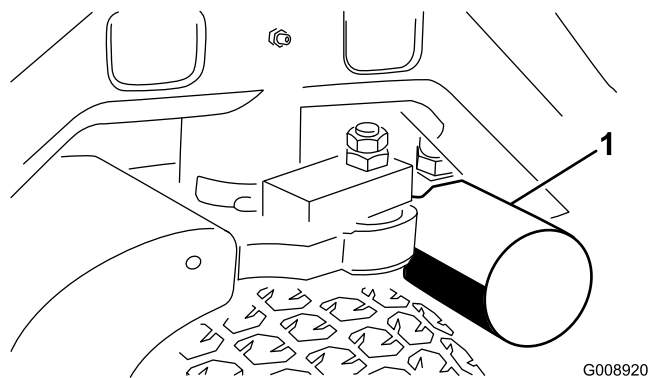
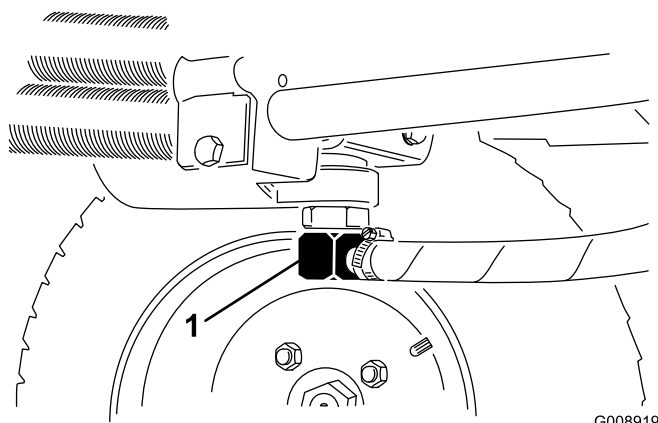

Figure 58
Figure 59
3. Nettoyez la zone autour de la surface de montage du filtre. Placez un bac de vidange sous le filtre (Figure 58) et enlevez le filtre.
2. Débranchez la conduite hydraulique (Figure 59) ou enlevez le filtre hydraulique (Figure 58) et laissez couler l'huile dans un bac de vidange. Rebranchez la conduite hydraulique quand la vidange est terminée.